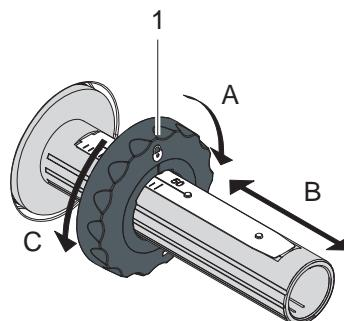

Рис. 13 Регулировка ограничителя
- Поверните рычаг (6) против часовой стрелки, чтобы открыть печатающую головку.
- Отрегулируйте ограничитель полей (1) на намотчике (5) в соответствии с шириной пленки (рис. 13):
- Удерживайте намотчик и разблокируйте ограничитель полей (1), повернув его в направлении А.
- Подайте ограничитель полей (1) в направлении В и при помощи шкалы отрегулируйте на ширину пленки.
- Удерживайте намотчик и заблокируйте ограничитель полей (1), повернув его в направлении С.
- Надвиньте рулон пленки (4) на намотчике (5) до ограничителя полей (1) так, чтобы цветной слой пленки после укладки был направлен в сторону печатающей головки.